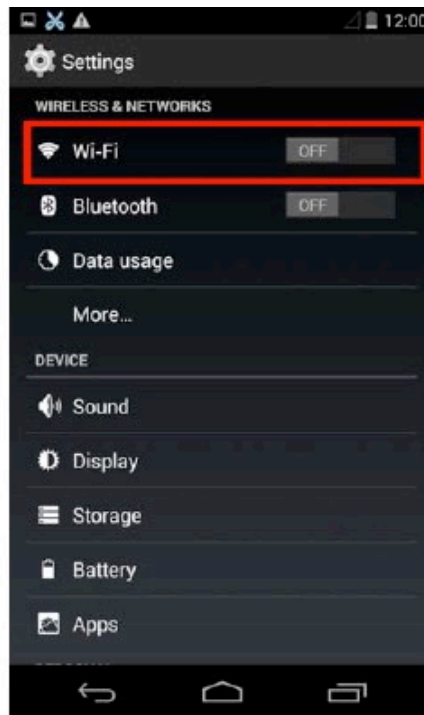

Figura 19
2.2 Encuentre “WIRELESS & NETWORKS” en la interfaz “Settings”, haga click en “Wi-Fi” (como se muestra en la Figura 19).